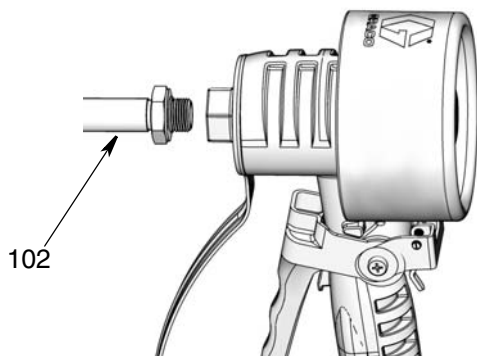

FIG. 5
- b. Aperte a extensão (102) no compartimento do medidor, conforme mostra a FIG. 5, até que sua extremidade saia.